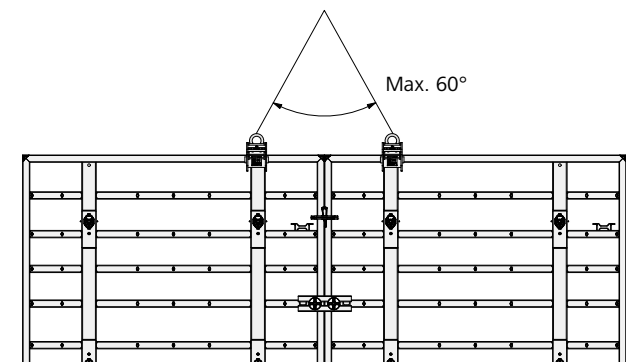

Abb. 28.5
- bei stehenden Elementen, wenn möglich über dem Mittelfeldträger (Abb. 28.5)